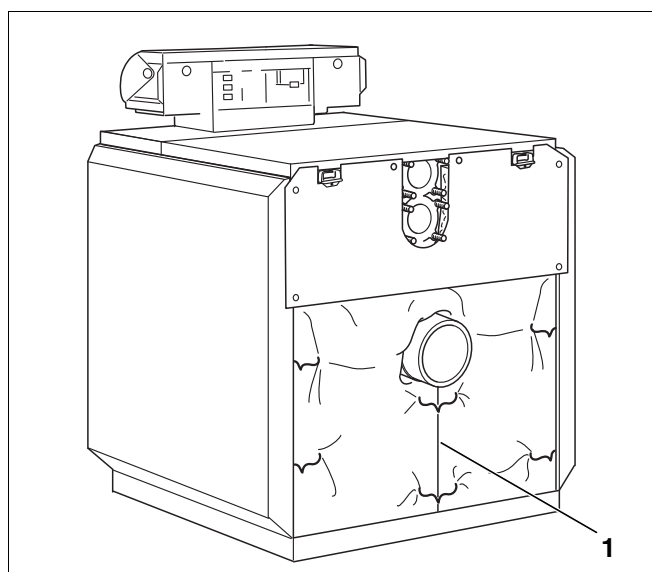

Fig. 55 Riasssemblaggio dell'isolamento termico dell'elemento posteriore
- Ribaltare in basso l'isolamento termico dell'elemento posteriore e compattarlo al di sotto del collettore fumi tramite la molla di tensione (fig. 55, [1]).